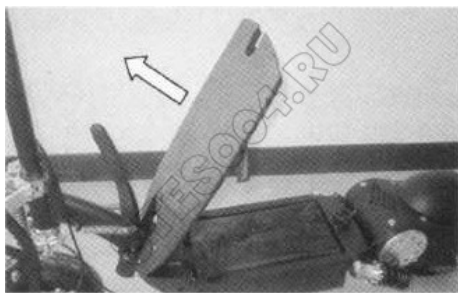

РИС.6
6. Откройте металлические замки по обеим сторонам пластиковой подножки и поднимите ее как показано на РИС.6.